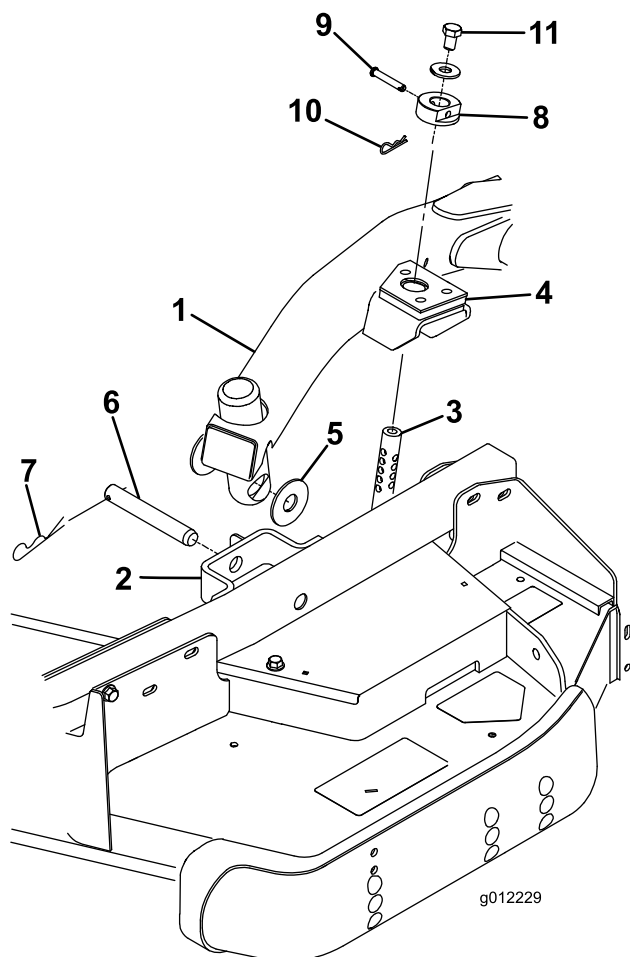

Figura 4
2. Mueva la palanca de elevación a la posición Flotar. Empuje hacia abajo uno de los brazos de elevación hasta que los taladros del brazo de elevación estén alineados con los taladros del soporte del brazo de la rueda giratoria y pueda introducirse la varilla de ajuste de la altura de corte en los alojamientos del brazo de elevación (Figura 4).
- Fije el brazo de elevación al brazo de la rueda giratoria con (2) arandelas de empuje, un pasador y un pasador de horquilla. Coloque las arandelas de empuje entre el brazo de elevación y el soporte del brazo de la rueda giratoria (Figura 4). Introduzca el extremo del pasador de horquilla en la ranura de la pestaña del brazo de la rueda giratoria para retener el pasador.
- Instale los collares de ajuste de la altura de corte sobre las varillas de ajuste de la altura de corte y fíjelos con los pasadores y los pasadores de horquilla (Figura 4). Oriente la cabeza del pasador hacia la parte delantera de la carcasa.
- Instale un perno de 1/2 x 3/4 pulgada y una arandela en la parte superior de cada varilla de ajuste de la altura de corte (Figura 4).